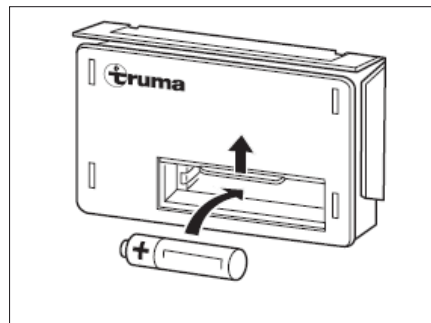

Fig. 106 Sostituzione della batteria
- Spingere verso l'alto la copertura del vano della batteria del dispositivo di accensione (Fig. 106).
- Nel vano della batteria del dispositivo di accensione (Fig. 106) inserire una batteria nuova dello stesso tipo di quella vecchia rispettando le polarità (+/-). Utilizzare solo batterie mignon resistenti alla temperatura (+70 °C) ed ermetiche.